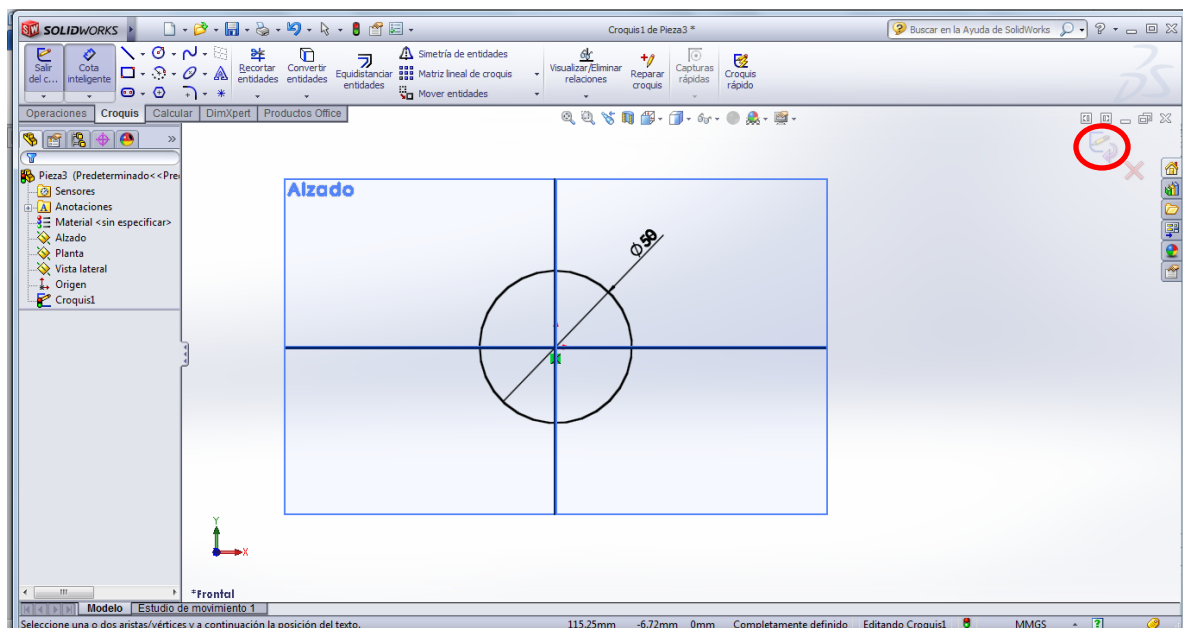
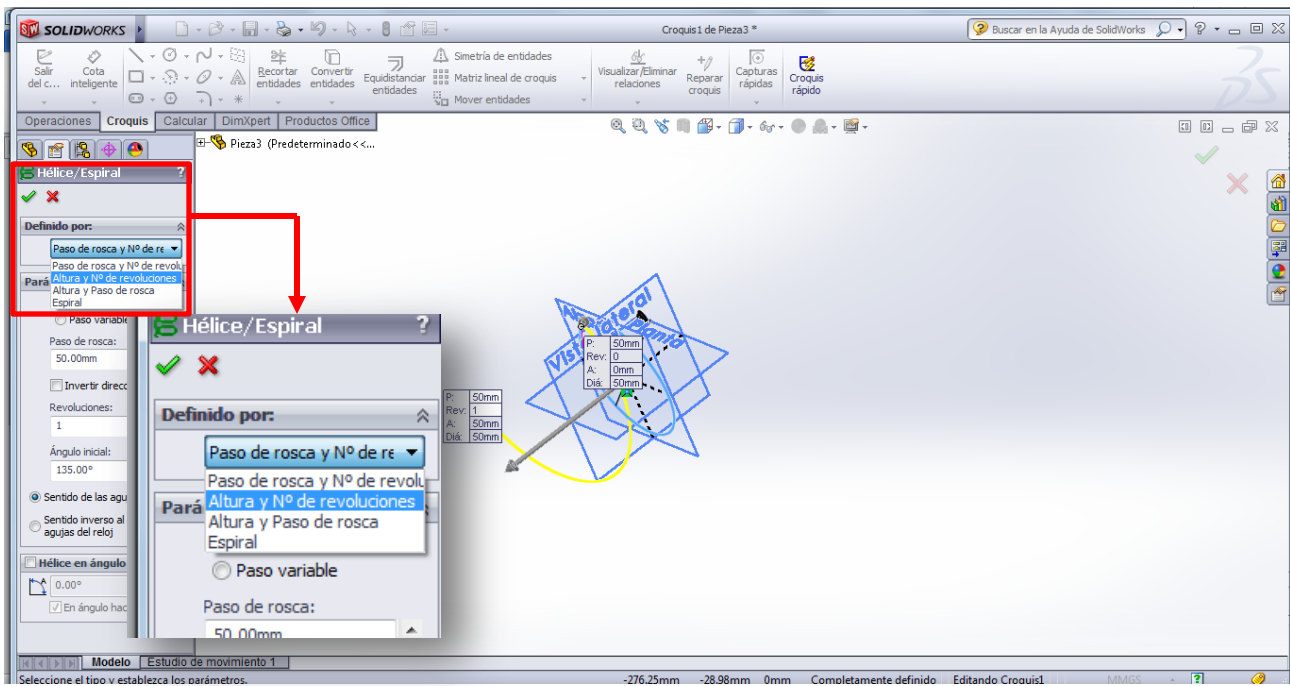

Figura 20. Croquis para la hélice del resorte.
Figura 21. Definición de parámetros de la hélice.
- a) En el menú ubique *operaciones >> curvas >> hélice y espiral*. Seleccione, de manera similar a la extrusión y revolución, el plano donde desee croquizar la sección. En este caso, el croquis que dibujará corresponderá a la circunferencia que formará el resorte (imagine el resorte comprimido y visto desde arriba, observando una circunferencia; éste perfil será el que dibujará). Como ejemplo, se dibujará en el plano Alzado un círculo de diámetro 50 mm, como se observa en la Figura 20.
- b) Con el croquis dibujado, se continúa la operación haciendo click sobre el ícono marcado con rojo la Figura 20. Aparecerá ahora la ventana para editar la operación; en la parte izquierda de la pantalla se definen los parámetros de la hélice: altura, número de revoluciones o vueltas, paso de la hélice, etc. Particularmente, la manera más sencilla de definir la hélice es fijando la altura (longitud de la hélice) y el número de revoluciones; es decir, las vueltas que tiene la hélice completa. Para hacer esto, se selecciona *Definido por: >> Altura y N° de revoluciones*, tal como se muestra en la Figura 21.